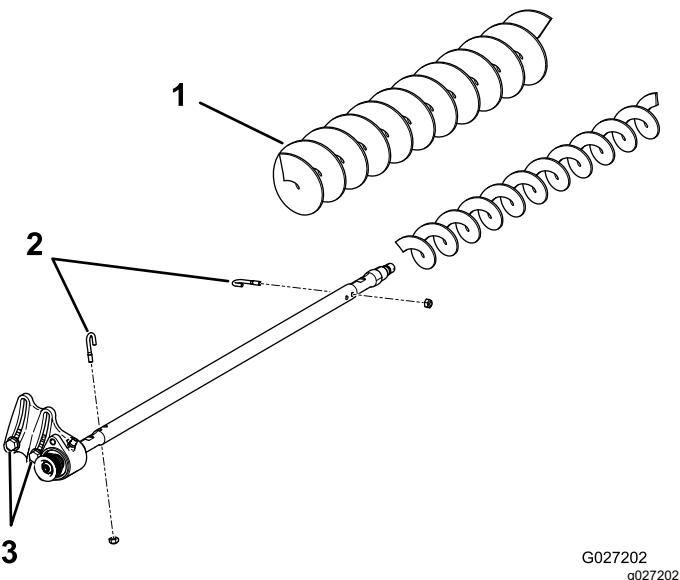

图 21
- 拆下 2 个 J 形螺栓和螺母 图 21。
- 滑动现有滚筒刷从刷轴上取下来 图 21。
- 松开将传动轴承座固定到轴承座安装支架上的 2 个螺栓、垫圈和螺母 图 21。
- 把高剪滚筒刷滑入刷轴 图 21。
- 使用之前卸下的 2 个 J 形螺栓和螺母把滚筒刷夹在轴上 图 21。